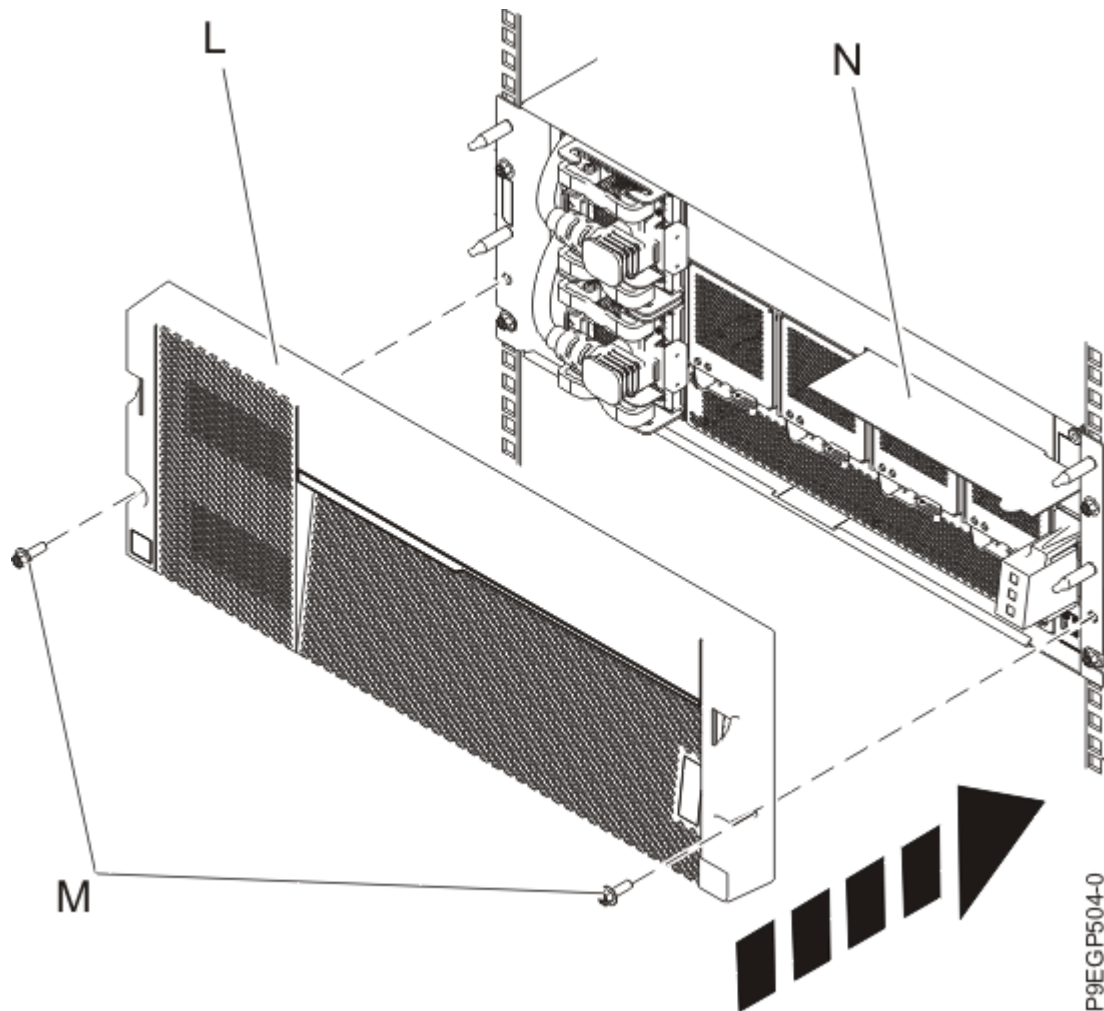

Abbildung 10. Abdeckung installieren und Serviceinformationskarte einlegen
- a) Drücken Sie die Abdeckung (**L**) in die richtige Position und befestigen Sie sie an der linken und der rechten Schiene mit zwei M5-Schrauben (**M**) (siehe Abbildung 10 auf Seite 14).